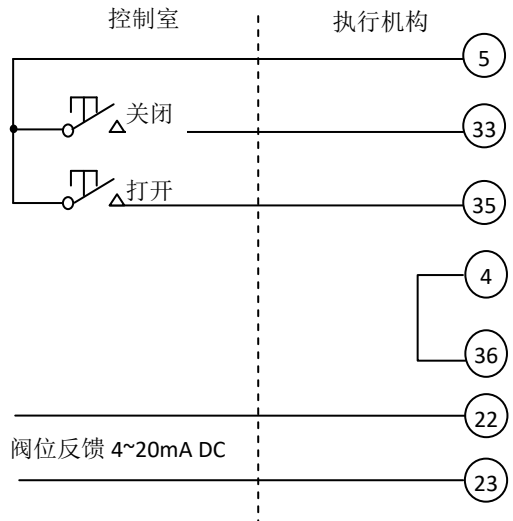
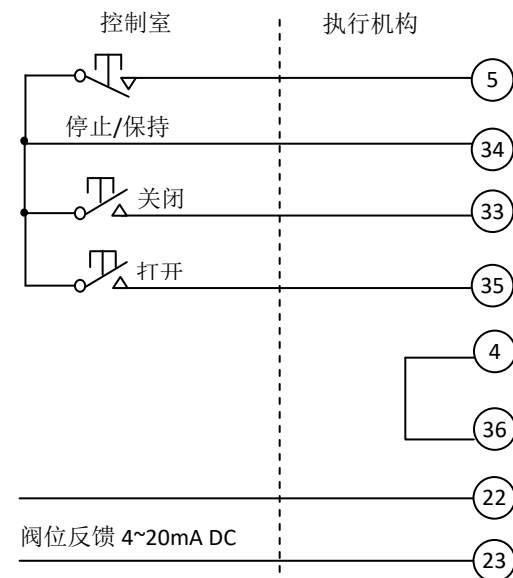

图 14-1 形式 1：电动式打开/关闭控制，执行机构可以停在中途任意位置
图 14-3 形式 3：保持式打开、关闭、停止控制
远程控制电路可由执行机构内部的 24V 直流电源供电,也可以由外部的 24V~60V 交、直流电源供电,还可以由外部提供的 120V~220V 直流或交流电源供电,各种形式的接线见图 14-1~ 14-9 图。(图中序号为接线端子号)
14.2.1 图 14-1~图 14-3 为内部 24V 供电